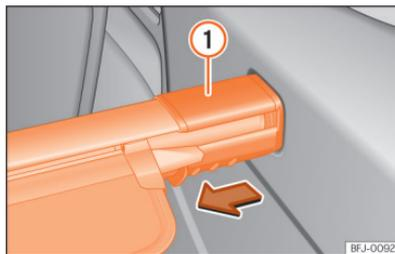

Fig. 194 Na bagageira: desmontar a chapeleira da bagageira.
- Pressione o suporte da cobertura >>> Fig. 194 ① no sentido da seta e mantenha-o nesta posição.
- Solte o suporte da cobertura >>> Fig. 194 ①.